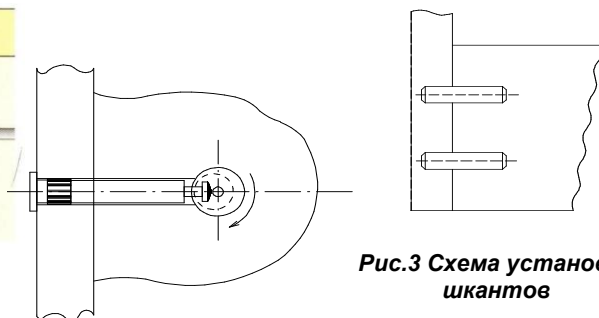

Рис.2 Схема установки концевого штока
4. Ребро жесткости поз.5 соединить со стенками вертикальными поз.3;4 (в зависимости от варианта исполнения) либо поз.2;4 при помощи штока эксцентрика концевого (рис.2).